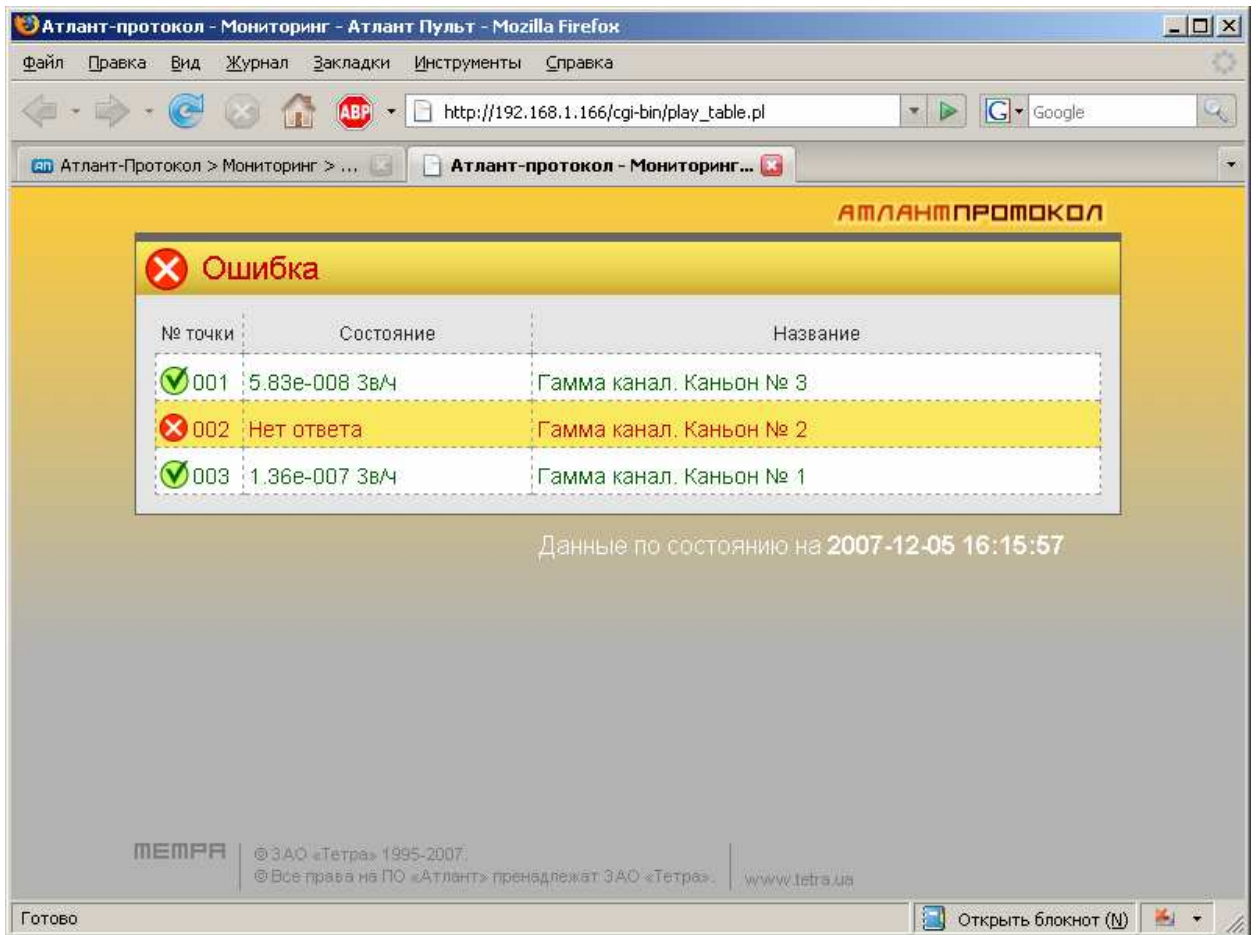

Рисунок 12. Индикация во время возникновения ошибок в работе точек контроля
- «Ошибка» - в одной или более точке контроля возникла ошибка в работе. При этом точка контроля, в которой возникла ошибка, подсвечивается желтым цветом (Рисунок 12);